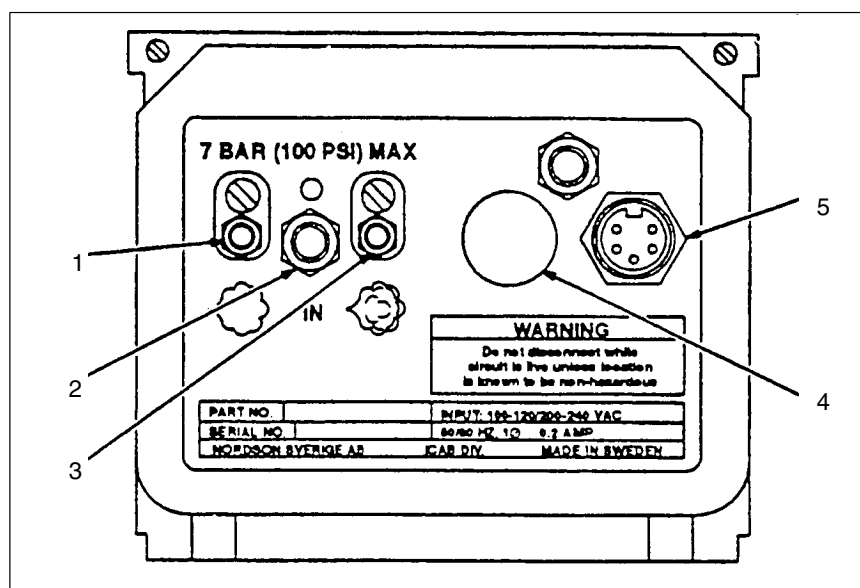

Abb. 3-3 Elektrische und pneumatische Anschlüsse
1. Siehe Abb. 3-3. Stecken Sie das mit dem Gerät gelieferte Stromkabel in die Steckbuchse mit der Beschriftung POWER INPUT an der Rückwand.
Siehe Abb. 3-3. Schließen Sie einen 10 mm-Schlauch an den mittleren Schlauchanschluß mit der Beschriftung IN an der Rückwand und an die Luftversorgung oder den Verteiler im Geräteschrank an.